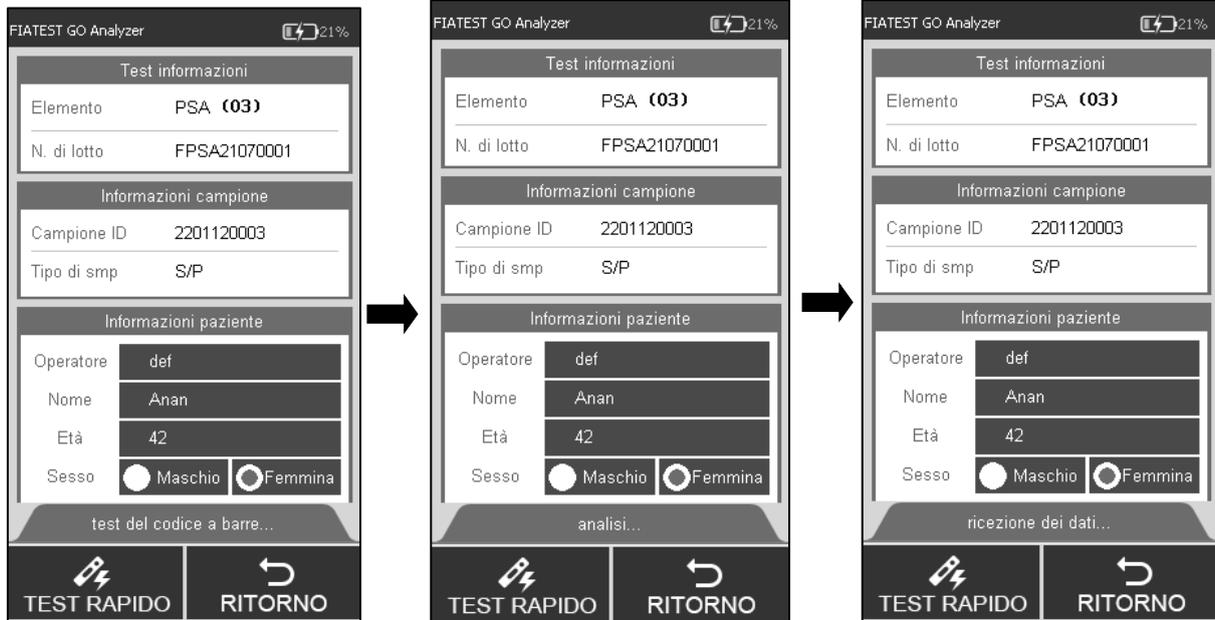

Fig 33
Passo 7: Inserire la cassetta del test (dopo l'incubazione) nella fessura e cliccare su "TEST RAPIDO" o premere il tasto home. (Rif Fig 33)